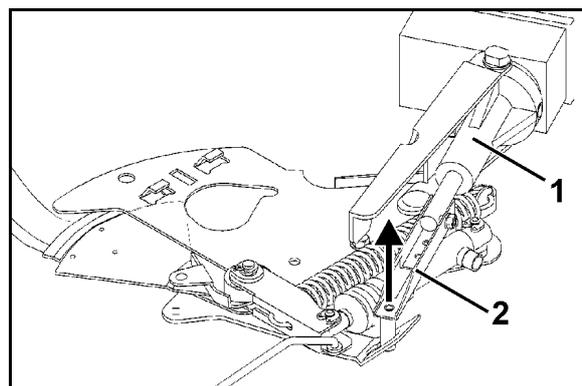

Fig. 14
4. Levantar o servomotor (Fig. 14/1) e desengatar a barra de impulsão (Fig. 14/2) da união de encaixe da corrediça de dosagem.